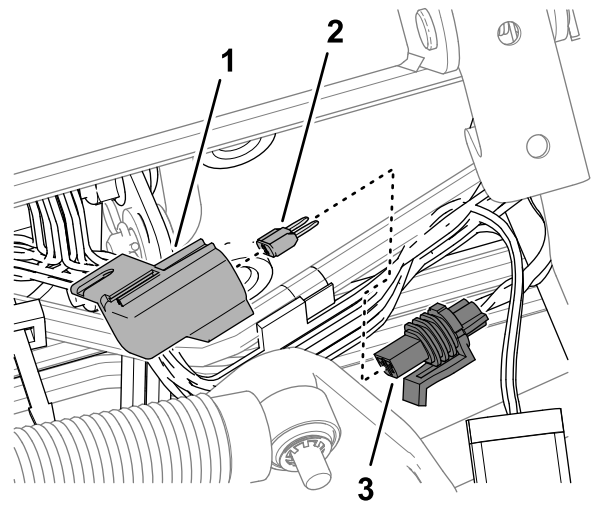

Figure 131
3. Déposez le capuchon du porte-fusibles en ligne étiqueté 10 A FUSE TELEMATIC PWR (Figure 131).